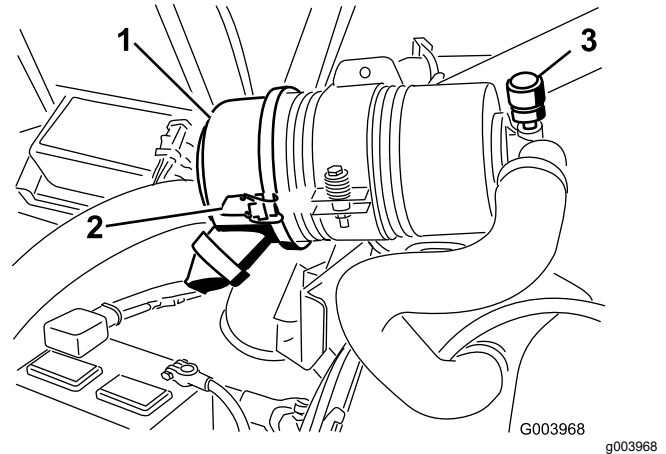

Figura 73
Revise el filtro del limpiador de aire únicamente cuando el indicador de mantenimiento (Figura 73) lo requiera. El cambiar el filtro antes de que sea necesario sólo aumenta la posibilidad de que entre suciedad en el motor al retirar el filtro.
1. Abra los enganches que fijan la tapa del limpiador de aire a la carcasa del limpiador de aire (Figura 73).